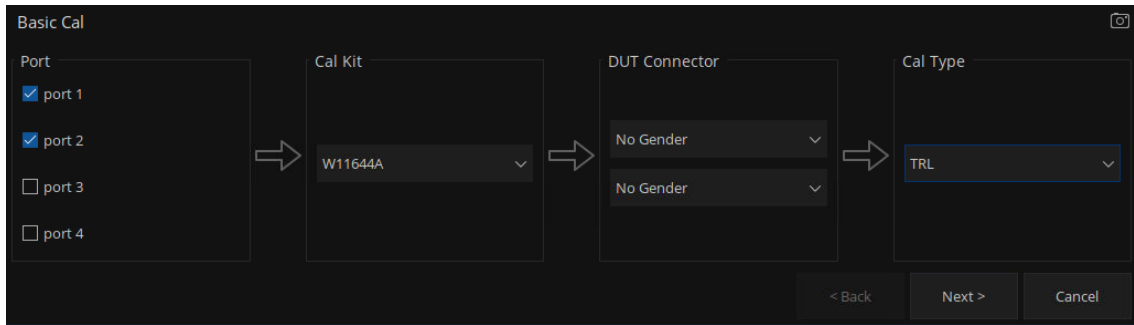

图 3-8 校准界面
10. 点击 **Cal** > **基础校准...**，选用对应的校准件，在扩频模块端口处进行校准，界面如图 3-8 所示。